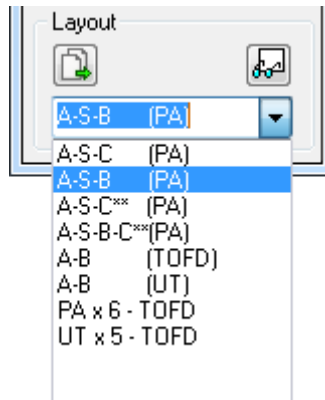

Abbildung 4-36 Liste der verfügbaren Layouts
2. Wählen Sie aus der Liste der verfügbaren Layouts das passendste Layout aus (siehe Abbildung 4-36 auf Seite 277).